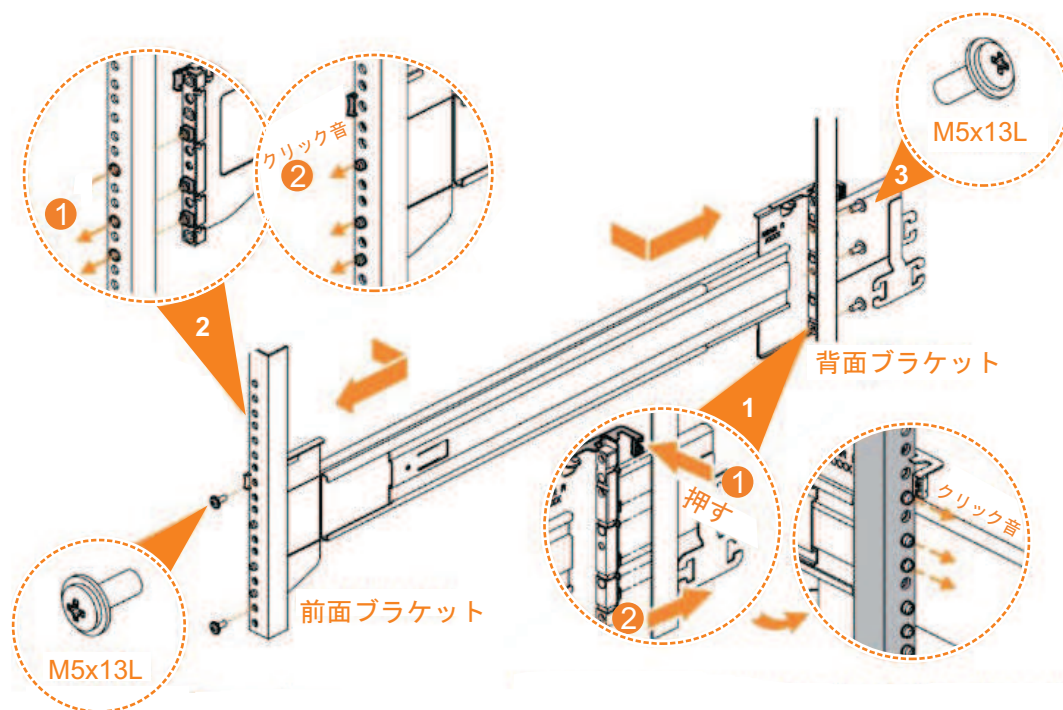

図 36. ラック・フレームへのレール・アセンブリーの取り付け
6. M5 ねじを使用して、外部レール・メンバーとブラケット・アセンブリーをラックに取り付けます (59 ページの図 36 を参照)。